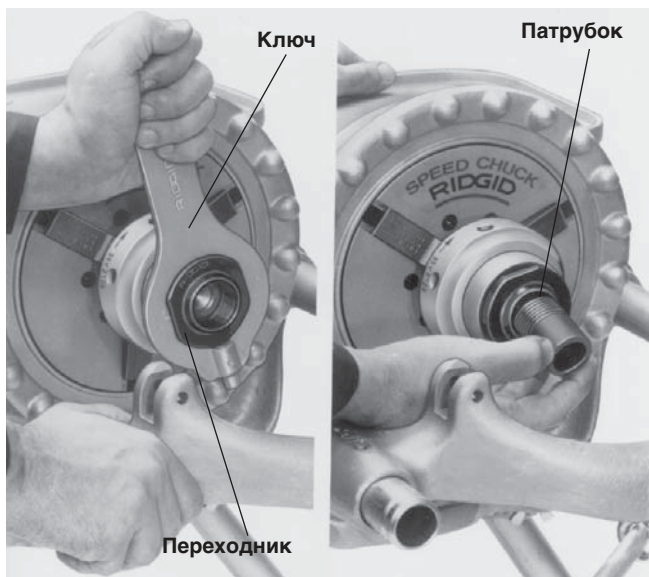

Рисунок 24 – Установка переходника патрона для патрубков и самого патрубка
5. Выберите нужный размер переходника патрона для патрубков и вкрутите его в патрон для патрубков (рисунок 24) вручную. Затяните ключом, поставляемым вместе с патроном для патрубков.
6. Вкрутите патрубок (рисунок 24) с резьбой на одном конце в переходник вручную. Переведите переключатель в положение ON и нажмите педальный выключатель. Выполните развертку и резьбу на другом конце